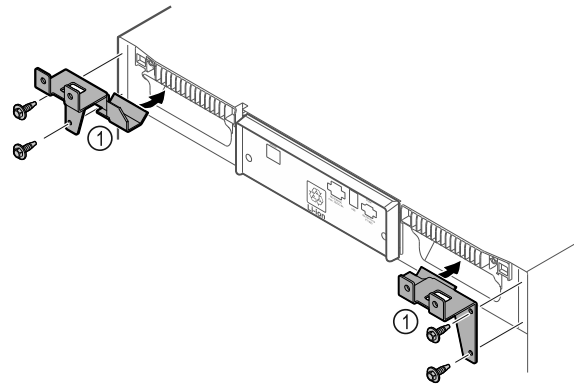

Fig. 11
- ▶ Pritvirtinkite laikinčiąsias dalis Fig. 11 (1) savisriegiais varžtais prie prietaiso.